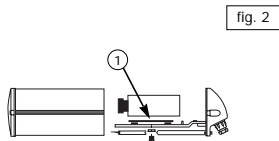

fig. 2
3. Fissare la telecamera interponendo la rondella isolante (fig. 2 punto 1) tra la vite da 1/4" e la parte inferiore della slitta; posizionare il distanziale isolante tra la telecamera e la parte superiore della slitta.